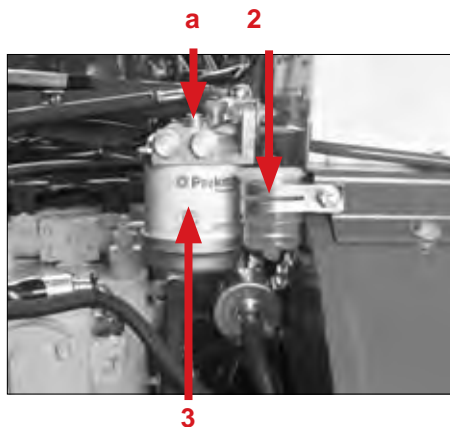

Fig. 75
Le préfiltre à carburant pos. 2 (Fig. 75) ne peut être remplacé qu'en intégralité, avec son carter !
1. Placer un récipient sous le filtre à carburant principal pos. 3 (Fig. 75).
2. Desserrer la vis pos. a (Fig. 75).
8. Serrer la vis pos. a (Fig. 75).